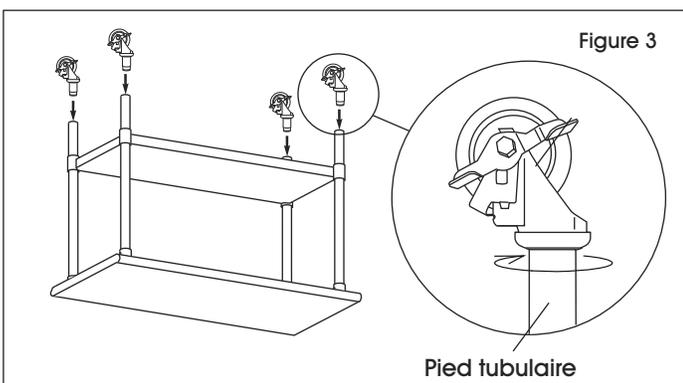

Figure 3
4. Avec la roulette entièrement insérée dans le pied tubulaire, tournez-la dans le sens horaire jusqu'à ce qu'elle soit sécurisée. (Voir Figure 3)